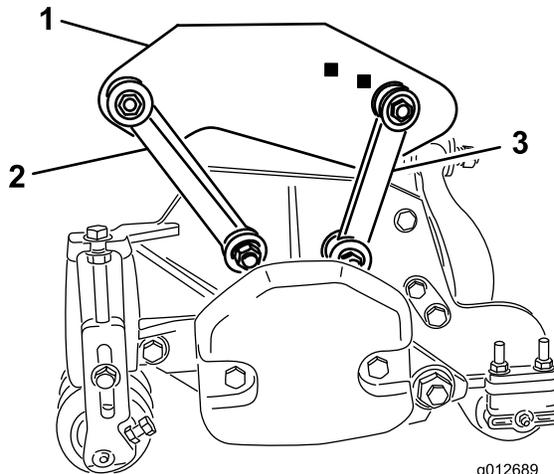

Figura 19
- Sujete los acoplamientos de montaje delanteros a los taladros de los bastidores de tiro con un perno (3/8 x 2 1/4"), 2 arandelas planas y una contratuerca, según se muestra en Figura 19. Coloque una
- Sujete los acoplamientos de montaje traseros a los taladros traseros de los bastidores de tiro con un perno (3/8 x 2 1/4"), 2 arandelas planas y una contratuerca, según se muestra en Figura 19. Coloque una arandela en cada lado del acoplamiento al montarlo. Apriete las fijaciones a 42 N m.